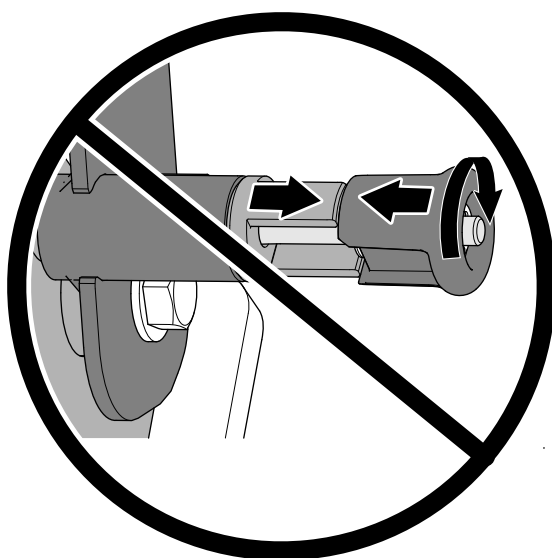

Figure 75
**Important:** Ne tournez pas le bouton, car la goupille de verrouillage ne pourrait pas se rétracter (Figure 75).